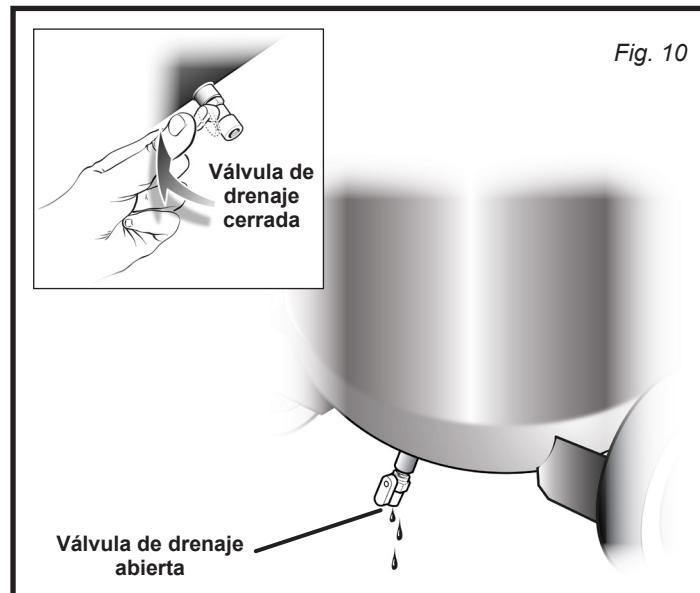

Fig. 10
- Abra la válvula de drenaje girando la manilla de la válvula de drenaje a la izquierda en 1/4 de vuelta (Fig. 10).
- Cierre la válvula de drenaje girando la manilla de la válvula de drenaje a la derecha en 1/4 de vuelta (Fig. 10).